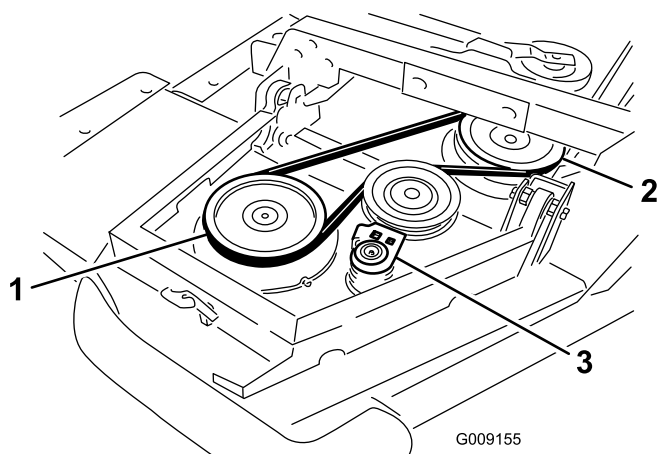

Figura 5
A. Avviate la cinghia attorno alla puleggia del mandrino dell'ala e alla puleggia del mandrino del piatto anteriore (Figura 5).
tendicinghia lontano dalle pulegge (Figura 5).